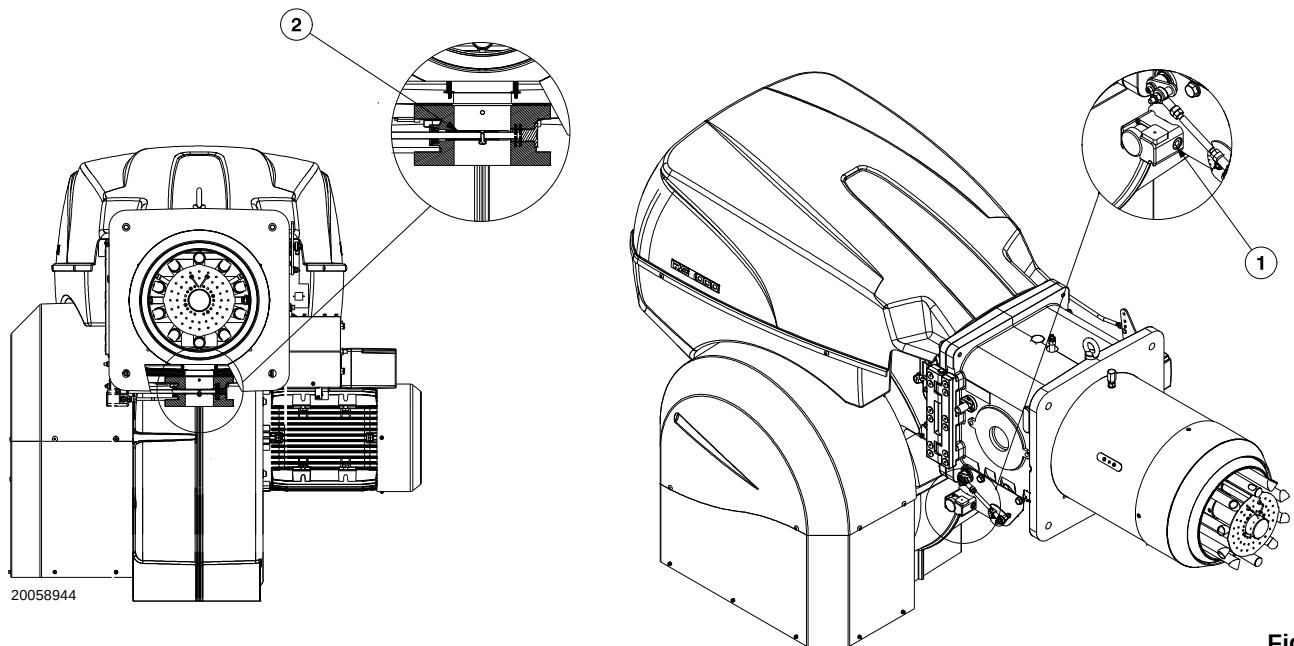

Fig. 22
Presión de gas en la toma 1)(Fig. 22), con:
Pérdida de carga válvula de mariposa del gas 2)(Fig. 22) con abertura máxima: 90°.
- restar a la presión del gas en la toma 1)(Fig. 22) la presión de la cámara de combustión.
Presión de gas en la toma 1)(Fig. 22) = 41,9 mbar
Para conocer la presión del gas necesaria en la toma 1)(Fig. 22), fijada la potencia máxima de modulación a la cual se desea que funcione el quemador:
- Leer a la derecha, columna 1, la presión en la toma 1)(Fig. 22).
presión necesaria para la toma 1)(Fig. 22).